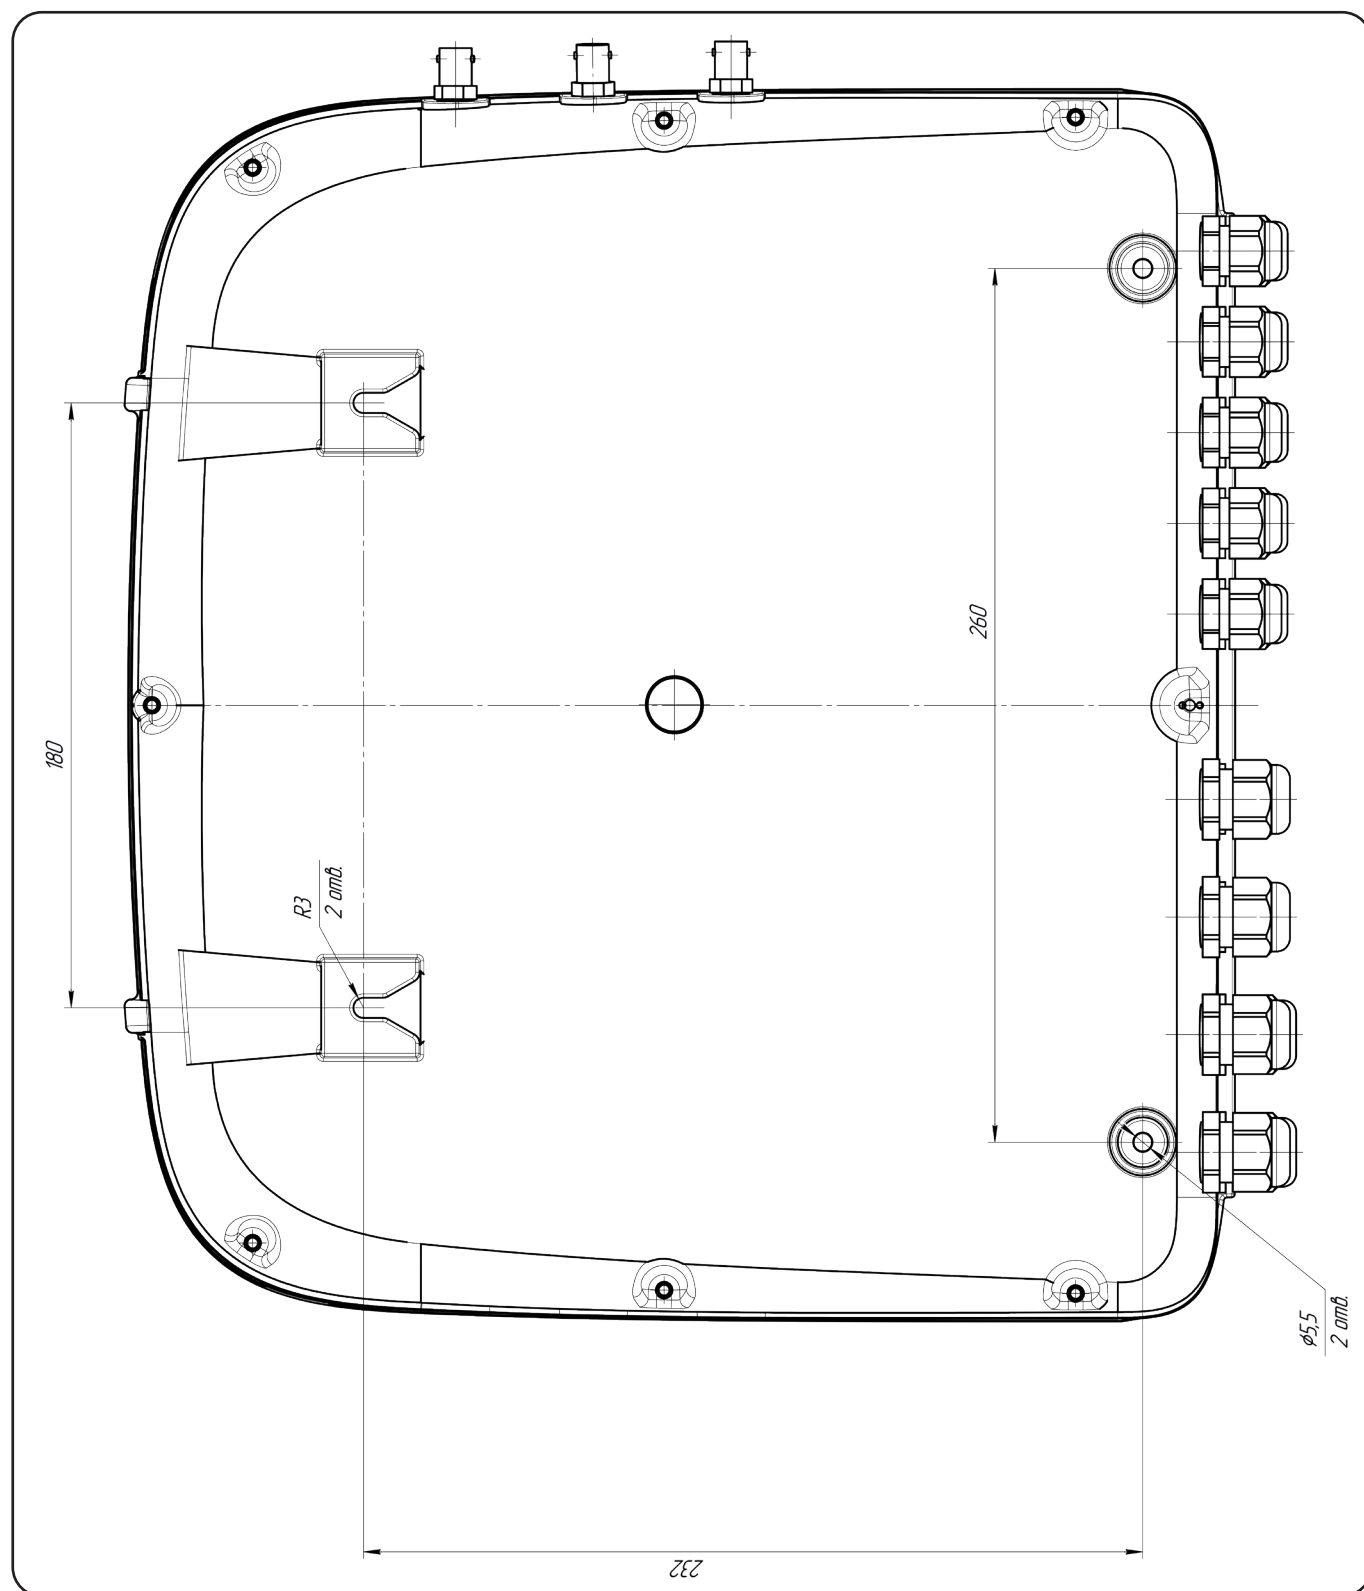

Рисунок 7. Нижняя крышка Установки.
3) Определившись с местом монтажа пульта управления Установки, необходимо разметить места для сверления двух верхних отверстий (см. рис.7).
7.4) Разметить места для сверления двух нижних отверстий (см. рис.7).